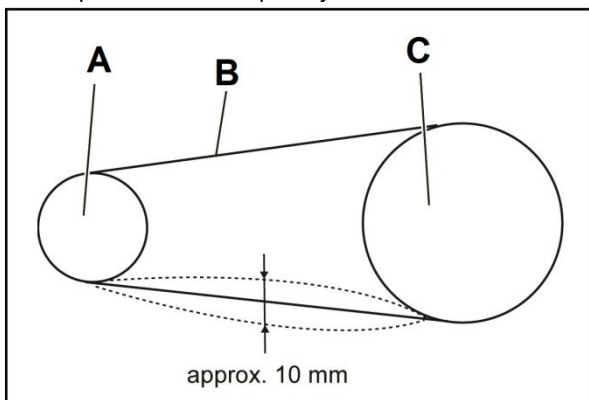

Рисунок 24
- Посередине между шкивами приводной ремень (В, Рис. 24) должен прогибаться примерно на 10 мм. Шкив электродвигателя (А, Рис. 24), шкив ведущего колеса (С, Рис. 24).
- (С, Рис. 24)